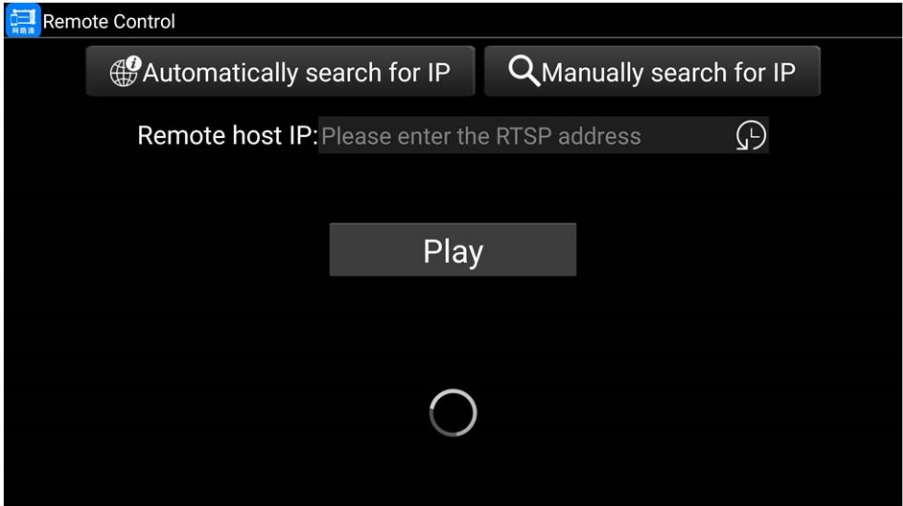

Рис. 19 Приложение Remote Control для мобильного устройства
- 1) Найдите ярлык приложения TesterPlay в настройках тестера (рис. 19);